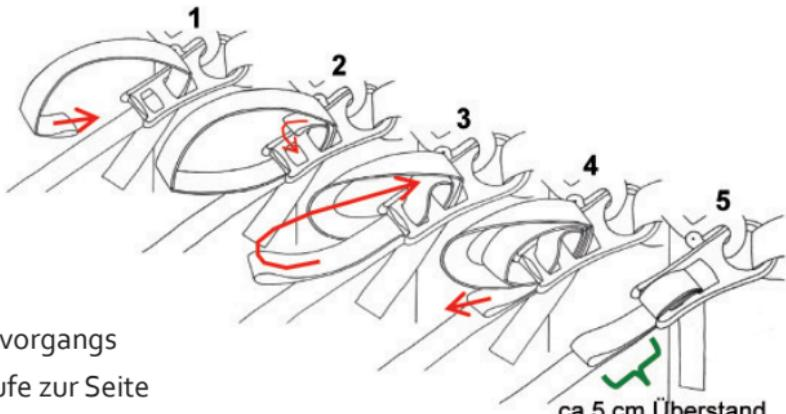

Abb. 4
Das Spannsystem der Slackline basiert auf einem 5:1 Flaschenzug, der sich selbst abklemmt. Die Befestigung der Slackline erfolgt knotenlos mit dem Slack-Locker-Prinzip (Abb. 4).
- Slackline auf einer Seite mind. 50 cm vor dem Ende des Bandes doppelt aufnehmen und 2 mal von unten durch die große Aussparung des Slack-Rings stecken (Abb. 4, 1–2).
- Zum Erleichtern des weiteren Fädelvorgangs einfach die entstandene Bandschlaufe zur Seite wegklappen und wie in Abb. 4, 2–5 dargestellt verfahren.
- Ca. 1 m (10/15 m SlackTivity, 10 m Soft 'n Slack) bzw. 2 m (25/35/45 m SlackTivity und 18 m Soft 'n Slack) von Fixpunkt 2 entfernt die Slackline doppelt aufnehmen und den losen Slack-Ring mittels Slack-Locker Prinzip (s. Abb. 4) in der Slackline befestigen.